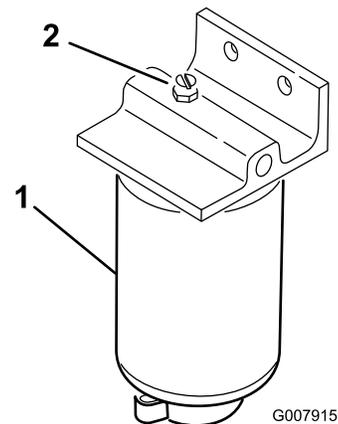

図 35
3. 燃料フィルタ・水セパレータ (図 35) のエア抜きプラグを開ける。